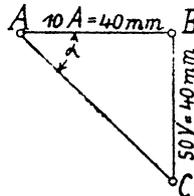

Fig. 183.
$$\begin{aligned} \text{tg } \alpha &= 5 \Omega = \frac{5 \text{ V}}{1 \text{ A}} = \frac{50 \text{ V}}{10 \text{ A}}, \text{ d. i. } \frac{50 \cdot 0,8 \text{ mm}}{10 \cdot 4 \text{ mm}} = \frac{40 \text{ mm}}{40 \text{ mm}} \\ &= \frac{\overline{BC}}{\overline{AB}} \text{ (Fig. 183).} \end{aligned}$$
Wie groß ist der Widerstand  $w$ , wenn in der Fig. 183  $1 \cdot A = 3$  [2] (0,5) mm,  $1 \text{ V} = 2$  [1,5] (4) mm vorstellt?